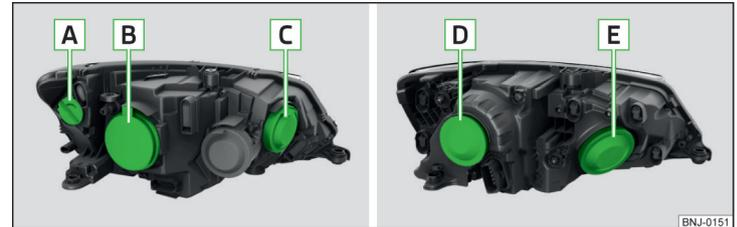

Abb. 194 Prinzipdarstellung: Halogen-Scheinwerfer / Halogen-Projektor-scheinwerfer
**Glühlampenordnung » Abb. 194**
- Die Schutzkappe **B** » Abb. 194 auf Seite 192 abnehmen.
- Die Schutzkappe **B** » Abb. 194 auf Seite 192 einsetzen.
- Die Schutzkappe **C** » Abb. 194 auf Seite 192 abnehmen.
- Die Schutzkappe **C** » Abb. 194 auf Seite 192 einsetzen.
- › Die Schutzkappe **B** » Abb. 194 auf Seite 192 abnehmen.
- › Die Schutzkappe **B** » Abb. 194 auf Seite 192 einsetzen.
- › Die Schutzkappe **D** » Abb. 194 auf Seite 192 abnehmen.